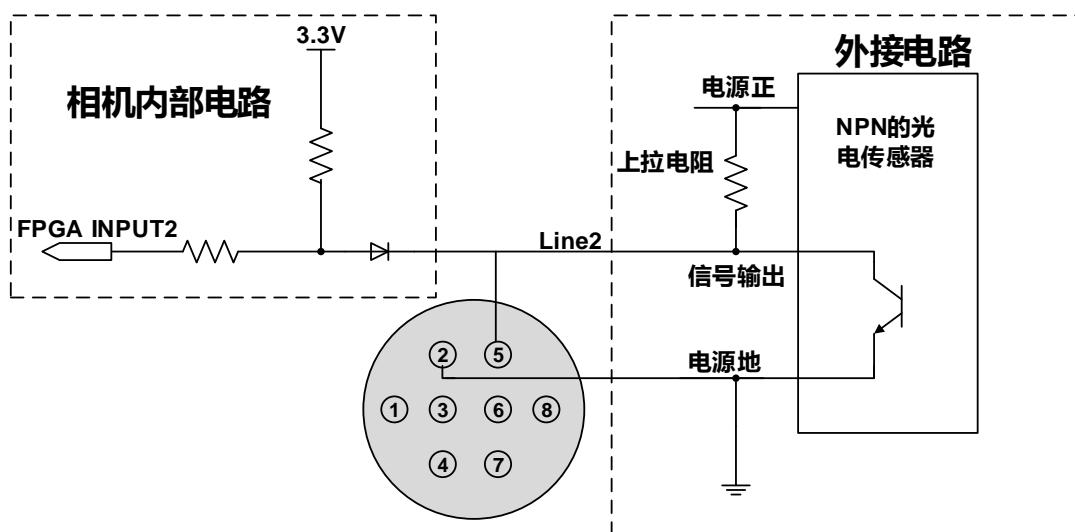
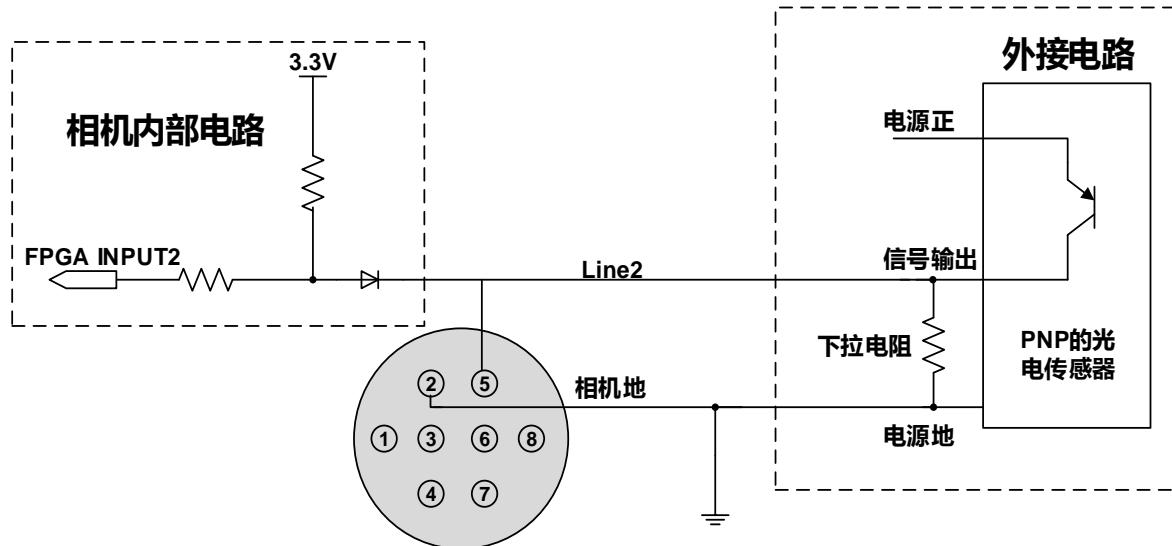

图 7-9 NPN 型光电传感器连接到 Line2 输入电路
图 7-10 PNP 型光电传感器连接到 Line2 输入电路
- Line2/3 输入高电平时，输入电流小于  $100\mu A$ ；Line2/3 输入低电平时，输入电流小于  $-1mA$ 。Line2 和 Line3 输入电路和 NPN 型、PNP 型光电传感器的连接方法见图 7-9 和图 7-10。上拉电阻阻值和外接电源电压的关系见表 7-3